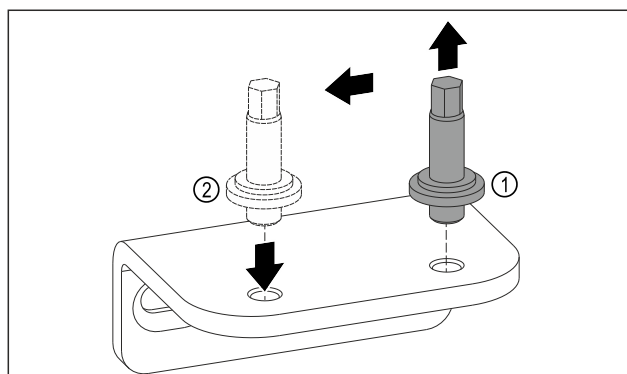

Fig. 11
- ▶ Csavarja ki az alsó csapágybak csapját 5-ös kulcsnyílású dugókulccsal. Fig. 11 (1)
- ▶ Helyezze fel a csapot a másik oldalon. Fig. 11 (2)